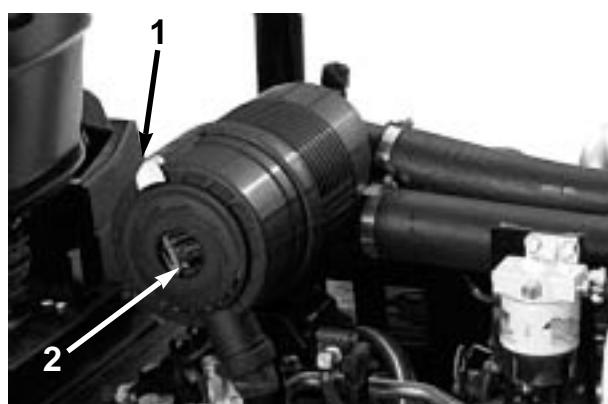

図44
1. ラッチを外し、カバーとボディー(図44)を分離し、カバー内部を清掃する。